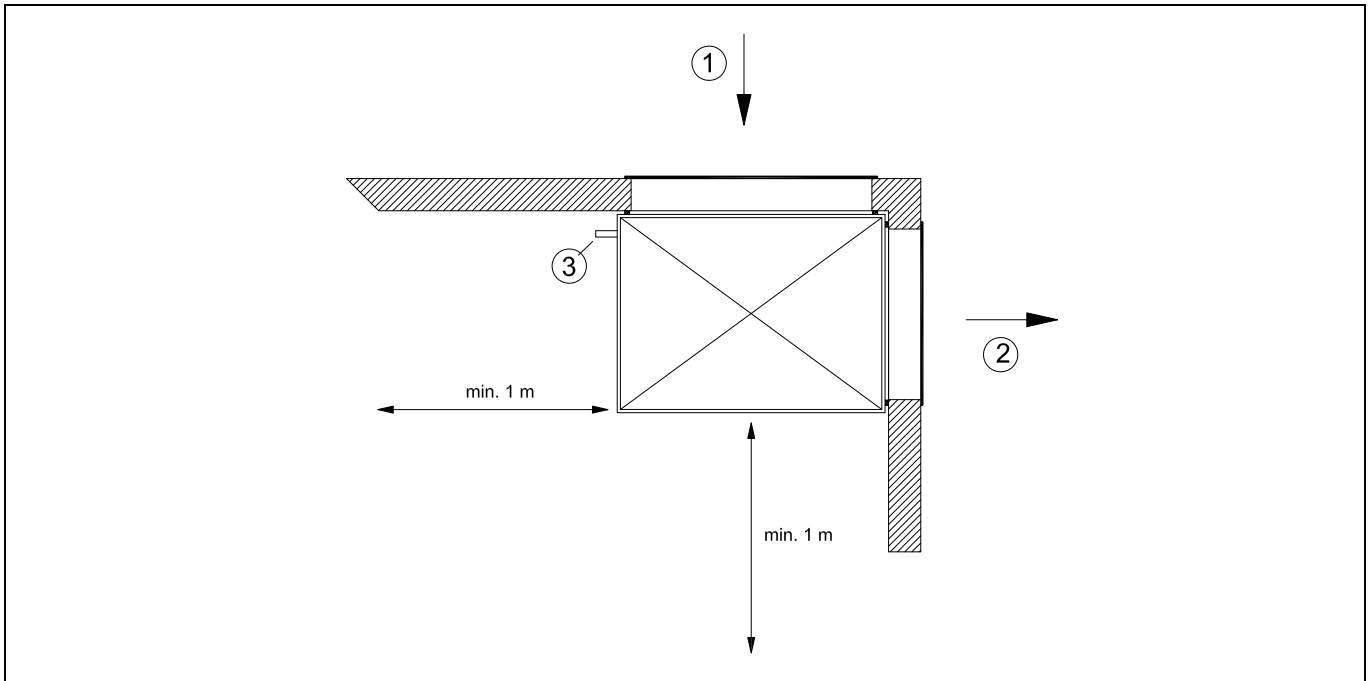
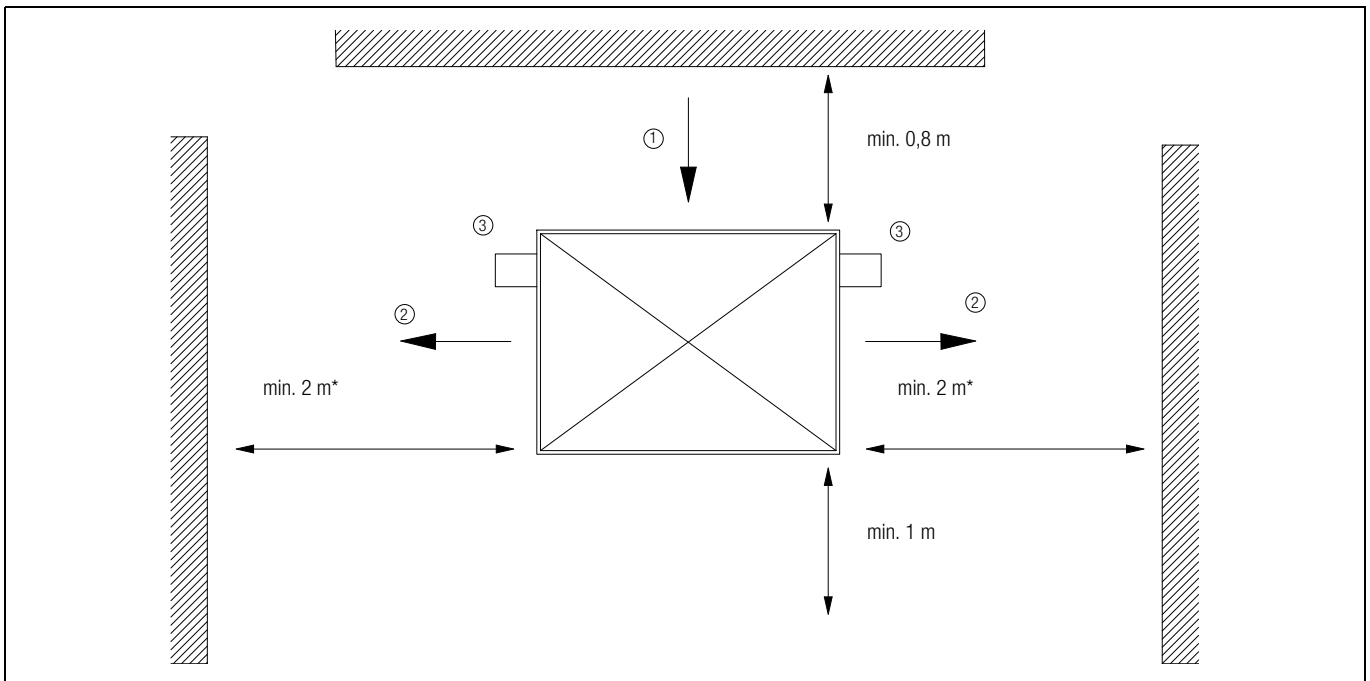

Abb. 5-7 Mindestabstände Innenaufstellung
Abb. 5-8 Mindestabstände Außenaufstellung
- Die Mindestabstände aus den Abb. 5-7 und Abb. 5-8 sind unbedingt einzuhalten.